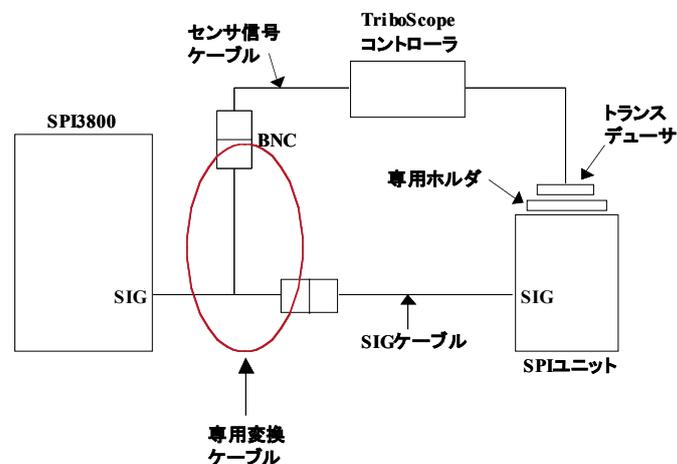

図 1
1. SPI3800 コネクタに専用変換ケーブルを挿入する。(図 1 の赤ライン)